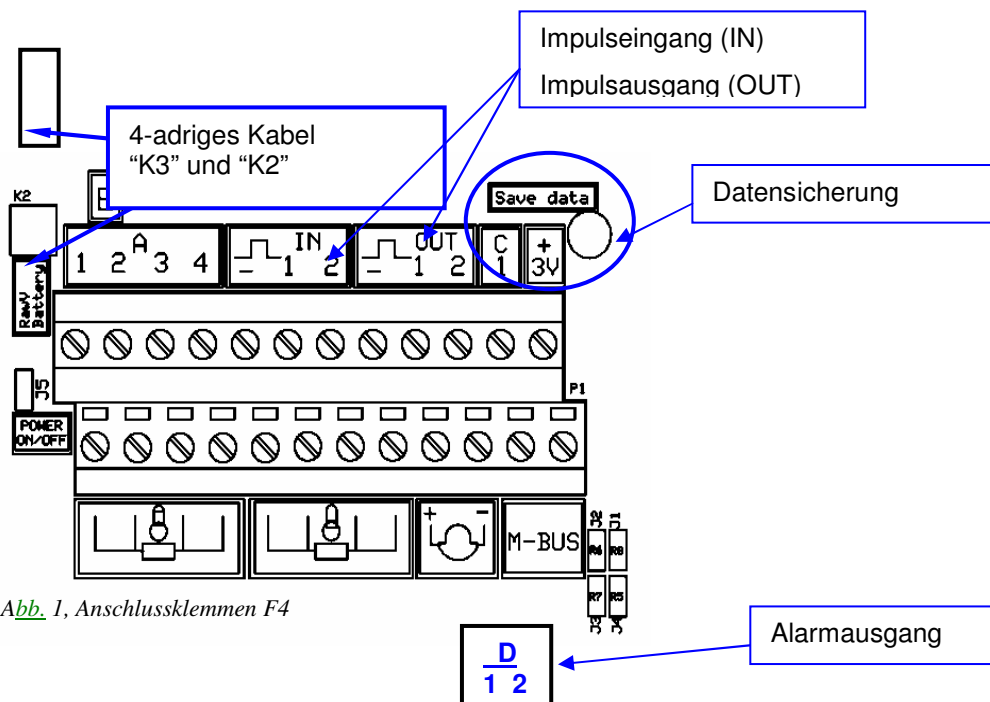

Abb. 1, Anschlussklemmen F4
1. Sichern Sie die im Rechenwerk gespeicherten Werte durch einen Kurzschluss am "save data" Kontakt (s. Abb. 1).